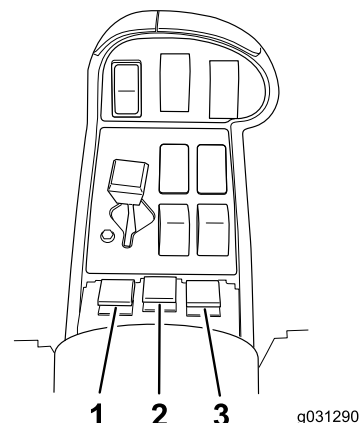

Figure 10
11. Tournez les interrupteurs de section (situés entre les sièges) à la position de MARCHE (Figure 10).